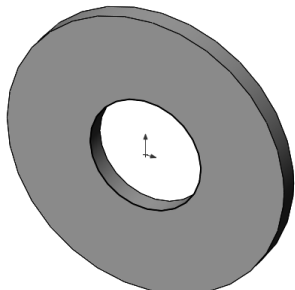

图 5-139 转换实体引用圆
- [3] 单击 CommandManager 草图上的【转换实体引用工具】按钮，转换实体引用圆，如图 5-139 所示。